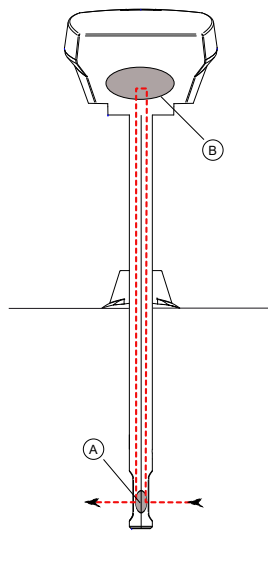

Figur 2 Inkopplingsschema
- Anslut kablarna till plintarna enligt inkopplingsschemat i Figur 2